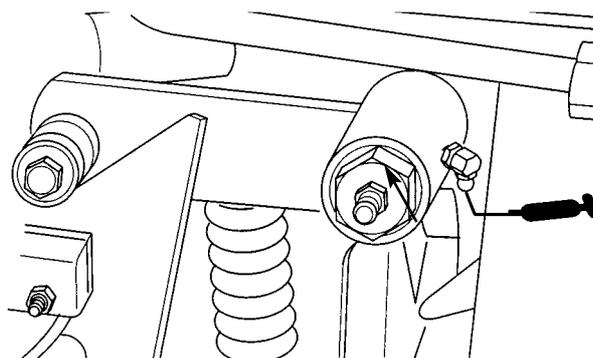
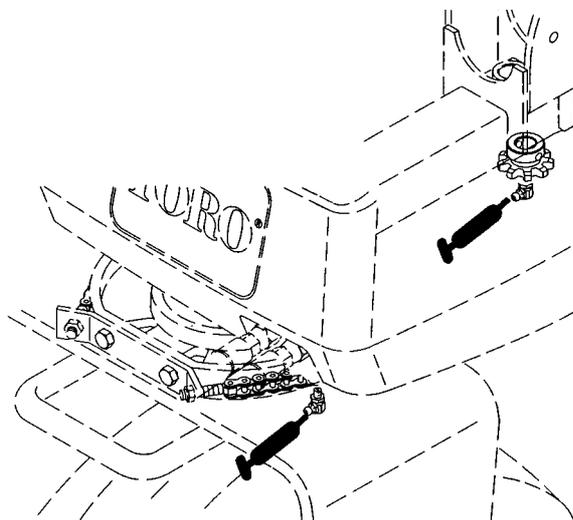
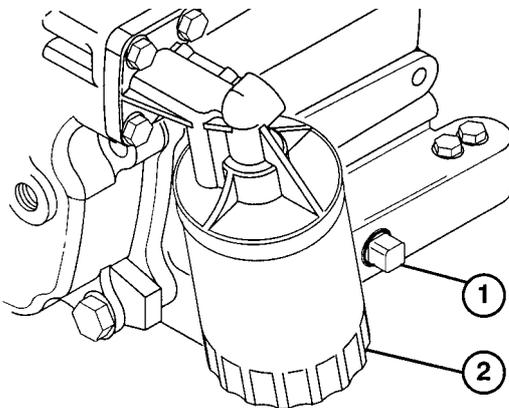

Bild 12
Bild 13
Bild 14
Die zu schmierenden Lager und Büchsen sind: Vorderradlager (Bild 12), Antriebsgestänge (Bild 13) und Lenkwelle (Bild 14).
Hinweis: Zum Zugriff auf die Schmiernippel am Lenkgestänge (Bild 13), die (3) Schrauben entfernen, mit denen die Seitenwand links an der Maschine abgesichert ist und die Wand entfernen.
Hinweis: Zum Zugriff auf die Lenkwellschmiernippel (Bild 14), die (4) Schrauben und Abstandsstücke entfernen, mit denen der Kraftstofftank an